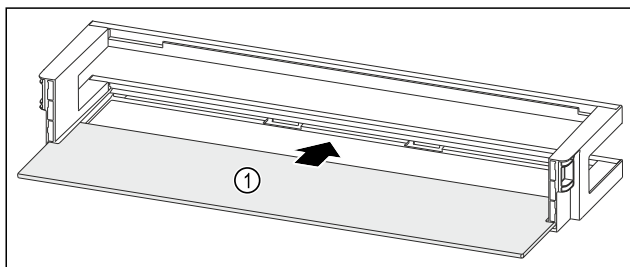

Fig. 50 Dveřní přihrádka s odkládací plochou
- Odkládací plochu Fig. 50 (1) zasuňte do bočních vybrání.